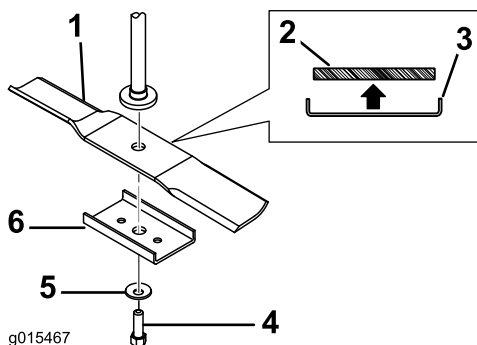
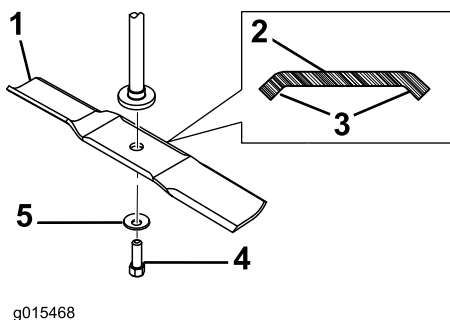

Figura 2
Figura 3
1. Seleccione el tipo de cuchilla, de las ilustradas en Figura 2 y Figura 3, que más se parezca a las cuchillas de su cortacésped. Sujete el extremo de la cuchilla usando un trapo o un guante grueso, y retire la cuchilla según se indica.